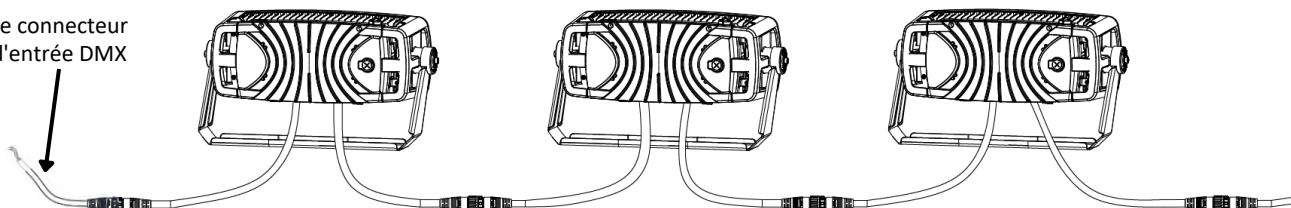

Fig. 23
- Le luminaire comprend un câble de sortie DMX avec un connecteur pour relier les commandes de plusieurs luminaires en série. Reportez-vous à la Fig. 23 pour un exemple de raccordement de luminaires en série. **Remarque:** chaque luminaire doit être connecté à sa propre source d'alimentation.